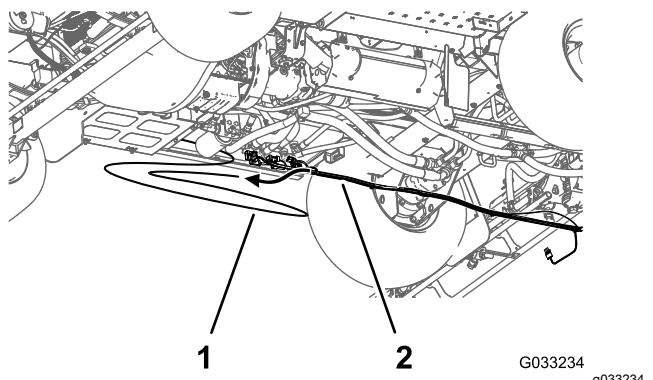

図 29
8. 車両の後部ワイヤハーネスから、ダッシュボードの水圧計用の水圧検知チューブを抜き出す図 29。